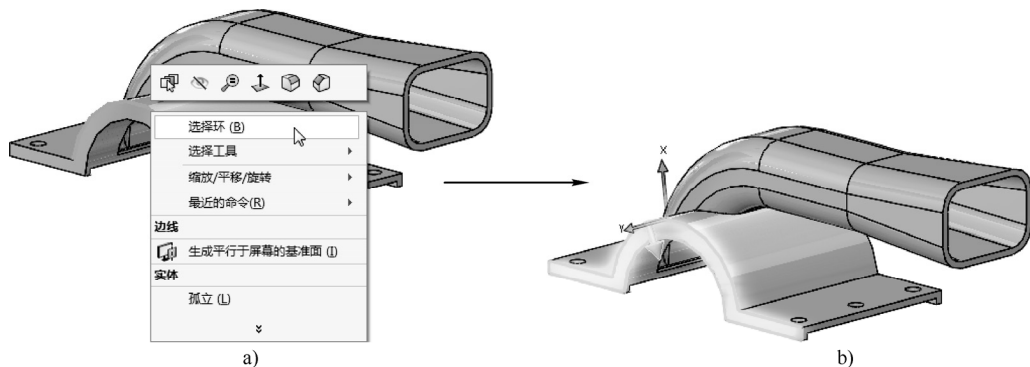

图 1-42 “选择环”菜单项操作
3) 选择环：右键单击当前选中的对象，在弹出的快捷菜单中选择“选择环”菜单项，可选择与当前对象相连边线的环组，如图 1-42 所示。